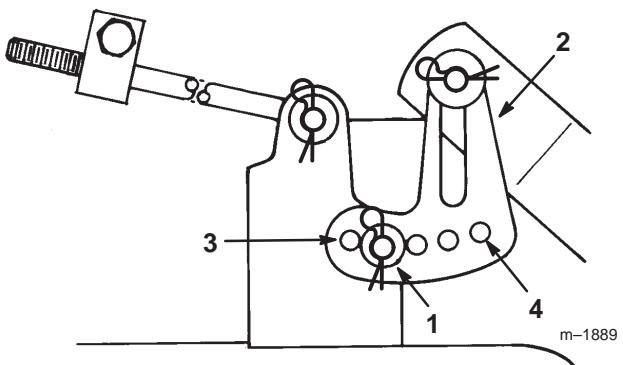

Bild 48
4. Entfernen Sie den Splint und die Scheibe vom Nivellierbügel (Bild 48). Bringen Sie zum Nivellieren der Schnittmesser den Nivellierbügel in einem anderen Loch an und montieren die Scheibe und den Splint wieder (Bild 48). Durch ein vorderes Loch wird die Schnittmesserhöhe gesenkt und durch ein hinteres Loch angehoben. Wiederholen Sie diesen Vorgang an der anderen Schneidwerkseite.